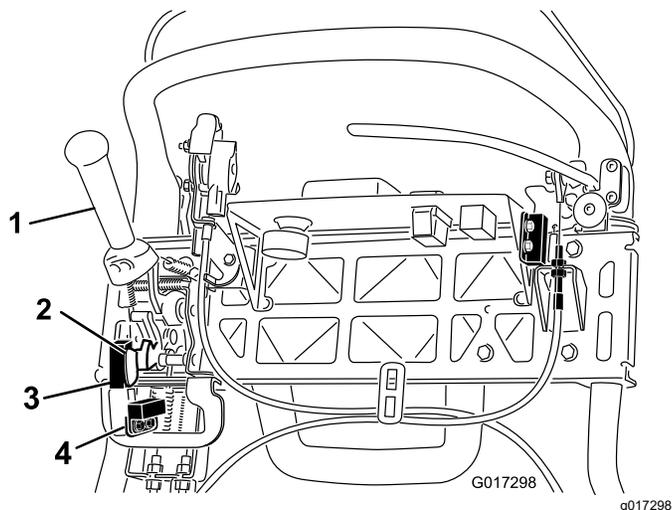

图 37
4. 松开联锁开关紧固件(图 37)。
5. 在牵引杆与联锁开关之间放入 1.6mm 厚的塞尺(图 37)。
4. 松开剪草传感器紧固件(图 37)。
5. 在剪草传感器旗与剪草传感器之间放入 1.6mm 厚的塞尺(图 37)。